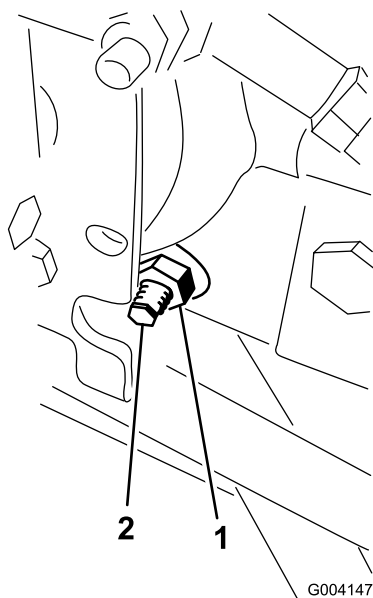

Figura 68
3. En el lado derecho del hidrostato, afloje la contratuerca de la leva de ajuste de tracción (Figura 68).